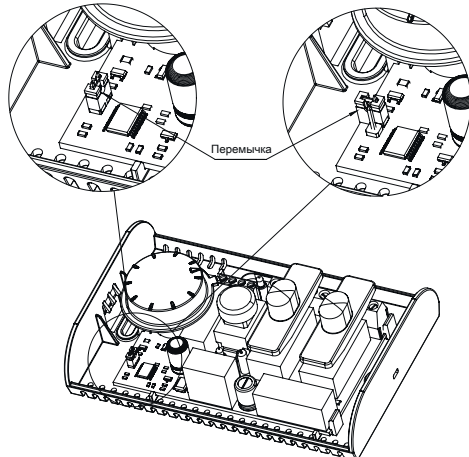

Рисунок 3.
- Установить переключку в определенное положение (смотреть рисунок 3);